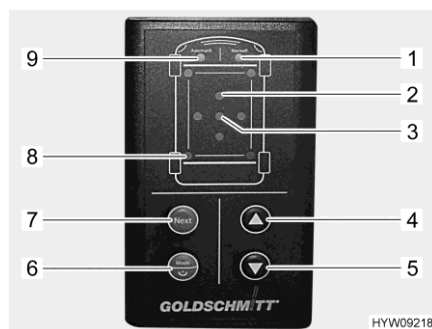

Fig. 47 Elemento de mando (apoyos de elevación hidráulicos)
Si el desequilibrio del vehículo es demasiado elevado, parpadea el LED rojo correspondiente "Inclinación" (Fig. 47,2). Seleccionar un soporte adecuado o manejar manualmente los apoyos de elevación bajo su propio riesgo.
Si por una depresión en el suelo, al extraer un apoyo de elevación, se ha alcanzado su longitud máxima, parpadean los LED "Funcionamiento manual" (Fig. 47,1) y "Modo automático" (Fig. 47,9) tres veces. En este caso, plegar los apoyos de elevación, colocar debajo apropiadamente el apoyo de elevación correspondiente, repetir entonces el proceso.
- Presionar la tecla "On/Off/modo de funcionamiento" (Fig. 47,6) durante más de 1 segundo. Después de conectarse, suena una señal acústica y se ilumina el LED "Modo automático" (Fig. 47,9).
- Pulsar brevemente "On/Off/modo de funcionamiento" (Fig. 47,6). El modo de funcionamiento cambia entre el funcionamiento manual y el modo automático. El LED correspondiente (Fig. 47,1 o Fig. 47,9) se ilumina.
- Pulsar la tecla "Extraer" (Fig. 47,5). Se efectúa automáticamente un procedimiento de alineación. Los LED "Apoyo de elevación" (Fig. 47,8) parpadean mientras los apoyos de elevación estén en movimiento.
Si el vehículo está equipado con soportes abatibles: El movimiento de los apoyos de elevación se detiene después del despliegue para dar la oportunidad de colocarlos debajo. El LED "Modo automático" (Fig. 47,9) parpadea rápidamente.
- Volver a pulsar la tecla "Extraer" (Fig. 47,5). Se sigue efectuando el procedimiento de alineación.
- Pulsar la tecla "Plegar" (Fig. 47,4). Los apoyos de elevación se pliegan por completo. Los LED "Apoyo de elevación" (Fig. 47,8) parpadean mientras los apoyos de elevación estén en movimiento.
- En el modo automático, pulse brevemente la tecla "On/Off/modo de funcionamiento" (Fig. 47,6). Se ilumina el LED "Funcionamiento manual" (Fig. 47,1).
- Observar los LED "Inclinación" (Fig. 47,2). Un LED iluminándose indica que el vehículo debe elevarse por este lado.
- Pulse repetidamente la tecla "Next" (Fig. 47,7) hasta que el par de apoyos de elevación deseado quede seleccionado. Los LED correspondientes "Apoyo de elevación" (Fig. 47,8) se iluminan.
- Pulse repetidamente la tecla "Plegar" (Fig. 47,4) o la tecla "Extraer" (Fig. 47,5) hasta que se alcance la posición deseada.
- Pulse de nuevo la tecla "Next" (Fig. 47,7) hasta que otro par de apoyos de elevación deseado quede seleccionado. Continuar el proceso hasta que el vehículo esté alineado. El vehículo está alineado cuando el LED verde "Posición ok" (Fig. 47,3) se ilumina.
- Pulsar simultáneamente las teclas "On/Off/modo de funcionamiento" (Fig. 47,6), "Extraer" (Fig. 47,5) y "Plegar" (Fig. 47,4) y mantenerlas pulsadas durante 3 segundos.
- Después de una confirmación acústica y de la iluminación del LED "Posición ok" (Fig. 47,3), soltar las teclas. La posición se guarda como posición OK.